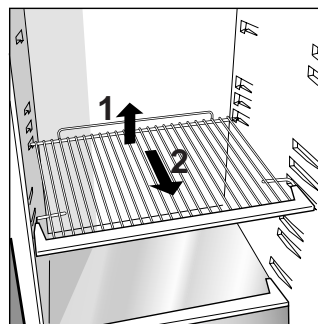

Fig. 1
- Le compartiment réfrigérateur est équipé de clayettes amovibles et réglables en hauteur grâce aux coulisses appropriées (Fig. 1). C'est pour cette raison qu'on peut y ranger de grands récipients et des denrées de grande taille.